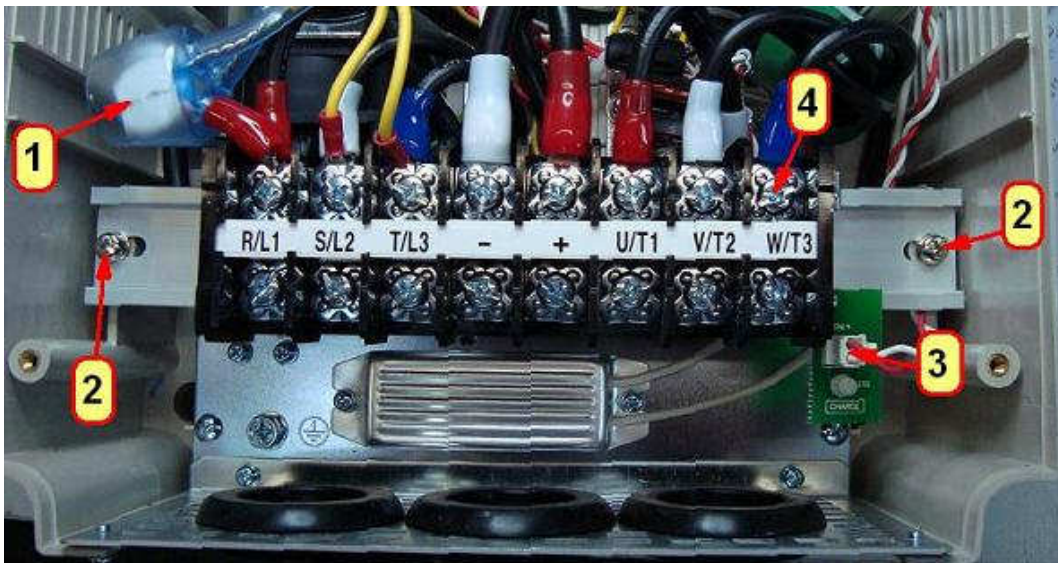

Рис.7.6
7.5.1. Взять клеммник ТМ1, установить его в корпус, вкрутить два винта 2 (рис.7.6).
7.5.2. Соединить розетку жгута 3 (рис.7.6) с вилкой CN14 на плате индикатора заряда.
7.5.3. Выполнить соединения с контактами клеммника ТМ1 в соответствии с таблицей 7.2 и рис.7.6.